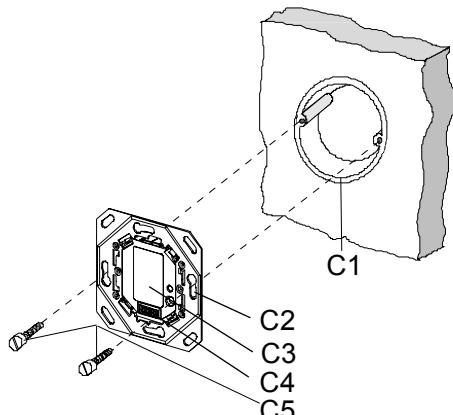

Bild 3: Montage des Treibers mit Bus- Anschluss
Der Treiber mit Bus- Anschluss ist so zu montieren, dass sich die Schnittstelle unten befindet (Bild 3). Dadurch ist sichergestellt, dass die aufzusteckende Anzeigeeinheit in der für die Bedienung richtigen Lage montiert wird.
- Lösen Sie die Schrauben des Treibers in der UP- Dose. (Bild 3)